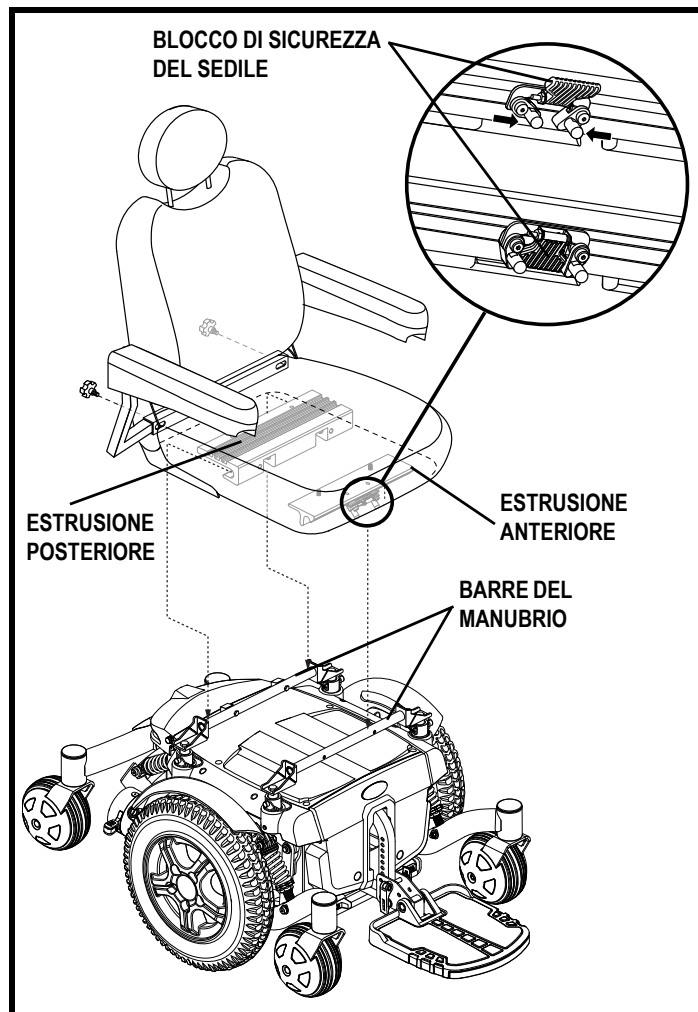

Figura 11. Sistema di montaggio universale e sedile speciale
Prima dell'uso iniziale o dopo il trasporto della Carrozzina, può essere necessario installare il sedile. I sedili speciali sono uniti alla base di alimentazione mediante il sistema di montaggio universale (UMS). L'UMS consiste di parti universali unite al sedile, a prescindere dalla larghezza o dalla profondità dello stesso. I due componenti principali sono estrusioni di alluminio montate sulla base del sedile. Queste estrusioni sono unite ad una coppia di barre del manubrio montate sulla base di alimentazione. **Vedere la figura 11.**
1. Inclinare il sedile all'indietro e posizionare l'estrusione posteriore sulla barra manubrio posteriore. **Vedere la figura 11.**
5. Sollevare il blocco di sicurezza del sedile. **Vedere la figura 11.**